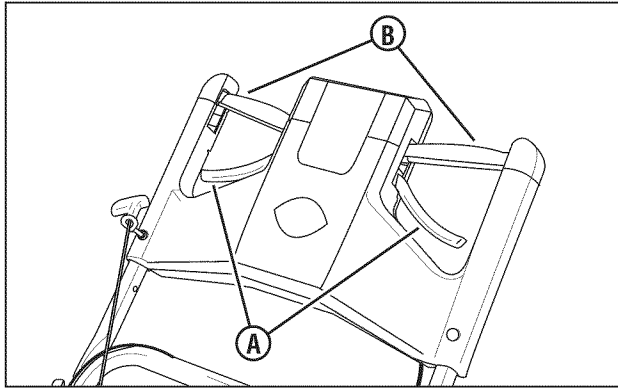

Figura 4: Controles del cortacésped
2. Revise el control de la cuchilla (A, Figura 4) y el control de transmisión (B) para asegurarse de que funcionan sin ningún tipo de obstrucción.